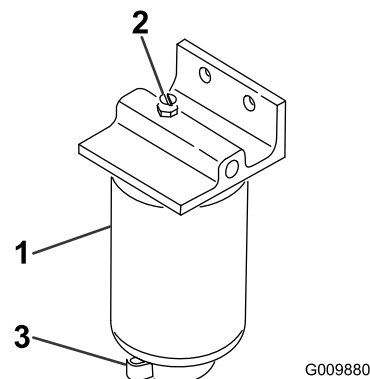

Figura 47
2. Allentate la valvola di spurgo situata nella parte inferiore della scatola del filtro e lasciate spurgare (Figura 47).
2. Togliete la scatola del filtro e pulite la superficie di appoggio (Figura 47).